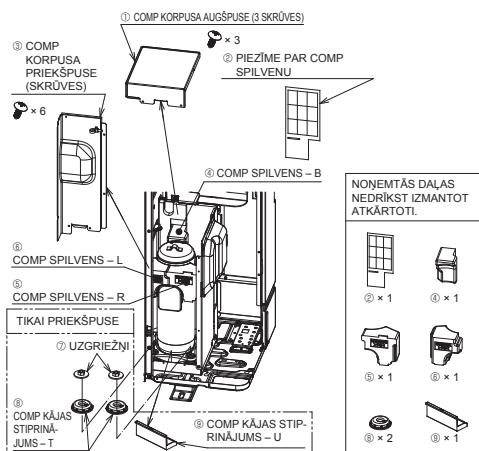

Fig. 4-1
- Pirms iekārtas ekspluatācijas uzsākšanas noteikti nonemiet pārsegus no COMP KORPUSA AUGĀPUSES un COMP KORPUSA PRIEKĀPUSES, kā arī nonemiet COMP nostiprinātās daļas. (Fig. 4-1)